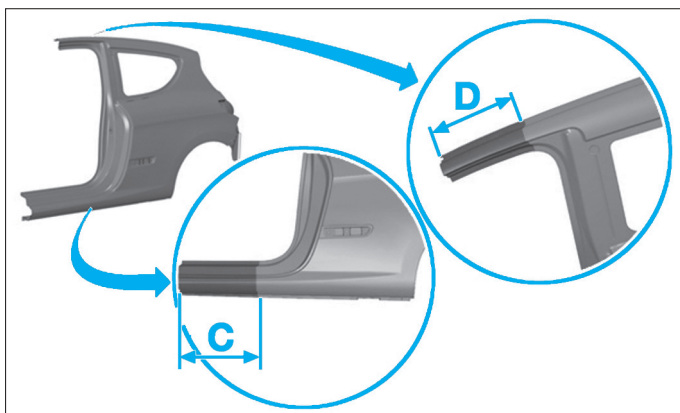

FIG. 152
- Tracer dans les zones de coupe (C) et (D) les lignes de coupe puis découper la pièce neuve (Fig.152).